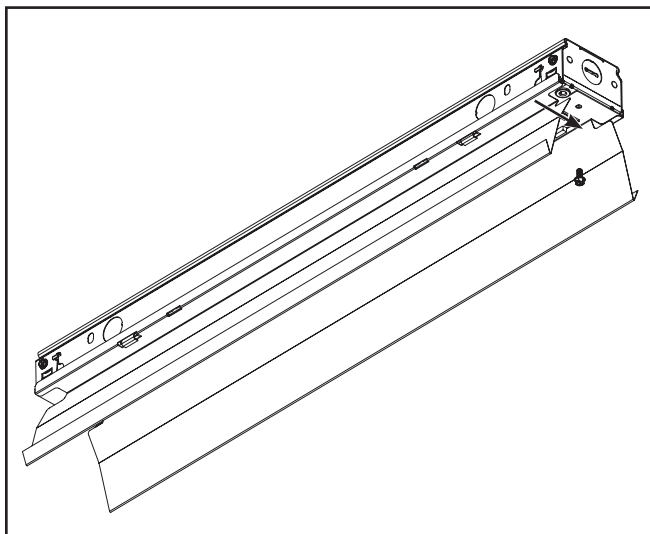

Figure 4.
4. Fixez le couvercle du canal au luminaire en utilisant la quincaillerie fournie. (Figure 4.)